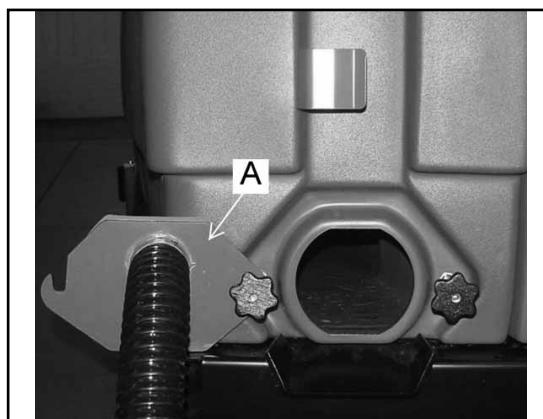

FIGURA 76
Lleve la máquina a una zona de vaciado. Afloje los botones de la puerta de limpieza de la recuperación (A) y gire dicha puerta hacia la izquierda, como se muestra en la figura 76. Mediante la manguera de agua, lave el fondo de la puerta de limpieza del depósito de la solución para retirar las partículas de residuos de mayor tamaño.